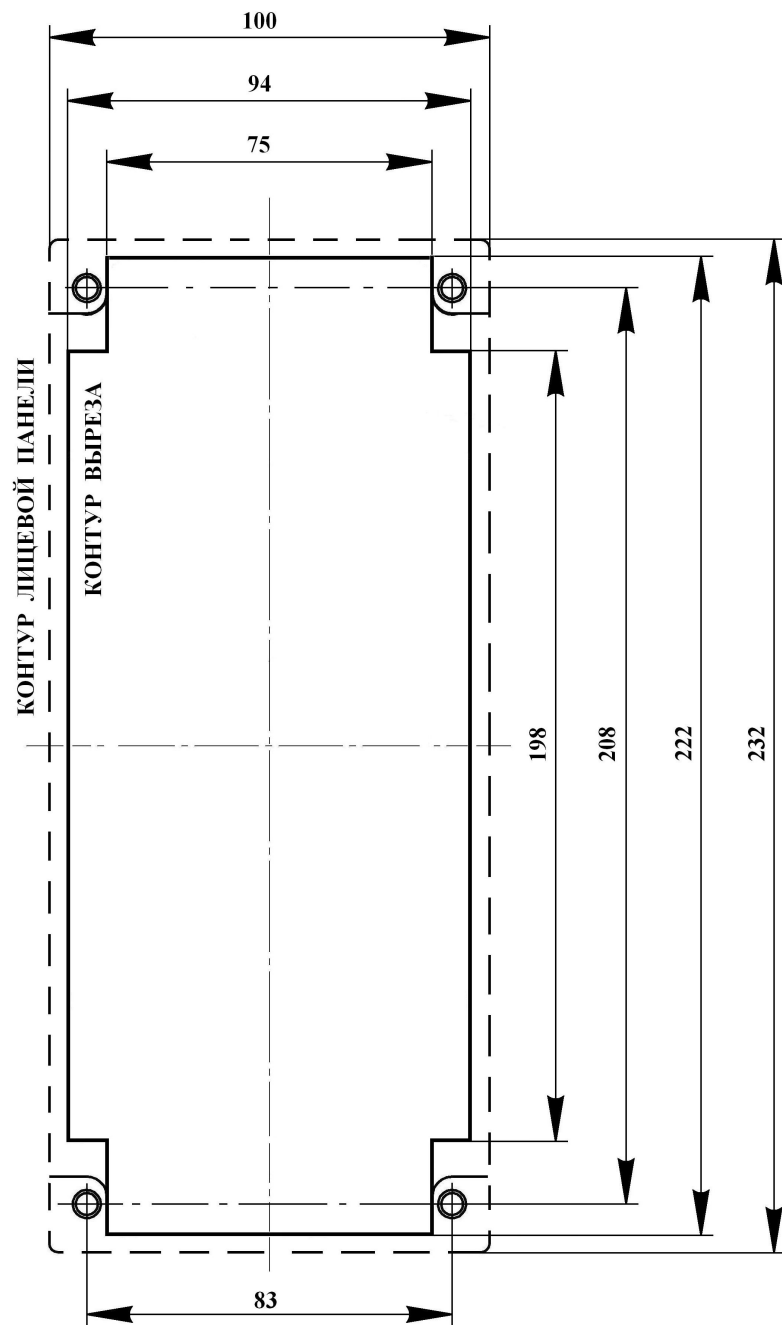

Рис. 1 Разметка под установку блока вызова
2. Подготовьте нишу для установки блока вызова, если используется врезной вариант или разметьте крепёжные отверстия для накладного варианта (см. разметку на рис. 1). При использовании для крепления крепёжной скобы можно вырезать прямоугольную нишу размером 94x222 мм.